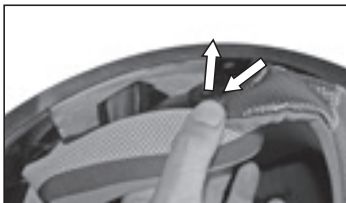

Fig. 7
- 4.2 Al mismo tiempo, enganche el ojal del acolchado interior en el botón de la almohadilla lateral y fíjelo en el soporte EPS (Fig. 7).